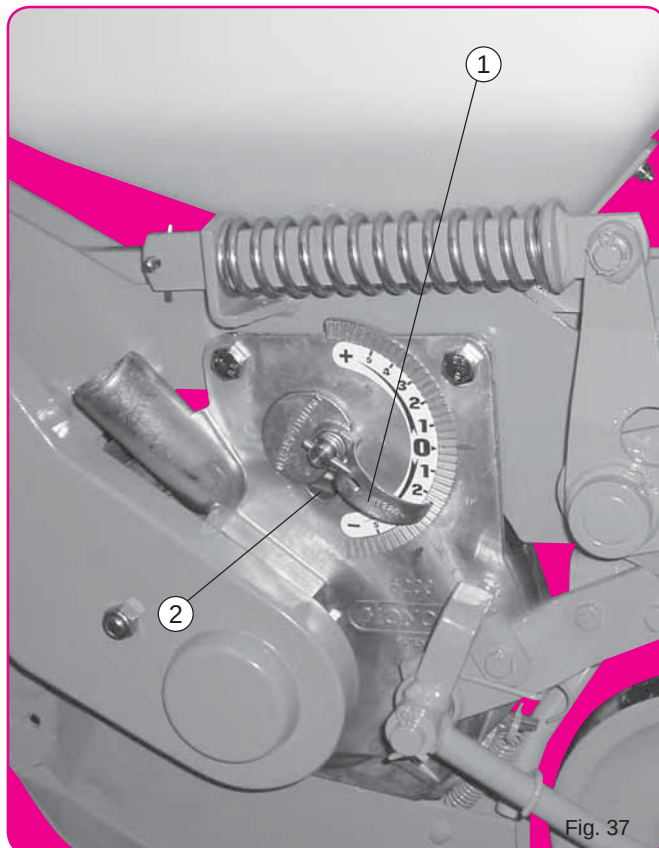

Fig. 37
L'index (1) descendu vers le - (fig. 37) rapproche la plaque des trous, réduit l'aspiration (en ouvrant la prise d'air (2)) ce qui provoque une tendance aux manques. Une fenêtre de contrôle sur le couvercle permet de s'assurer des résultats.
When the indicator (1) is positioned to - (fig. 37), it lowers the scraper over the holes, reducing the degree of suction (opening the size of the hole (2)). This may cause skipping.